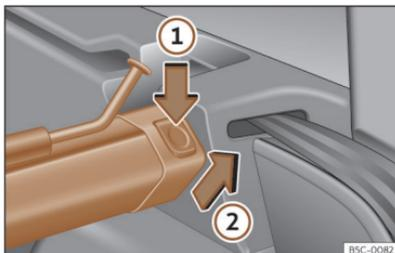

Abb. 182 Im Kofferraum: Trennwandnetz ausbauen.
- Linke oder rechte Entriegelungstaste >>> (Abb. 182) in Pfeilrichtung ① drücken.
- Stützschale in Pfeilrichtung >>> (Abb. 182) ② abnehmen.
- Schale der Träger links und rechts entgegen der Pfeilrichtung >>> (Abb. 182) ② drücken, bis diese einrastet. Die roten Markierungen an den Entriegelungstasten dürfen nicht mehr sichtbar sein.